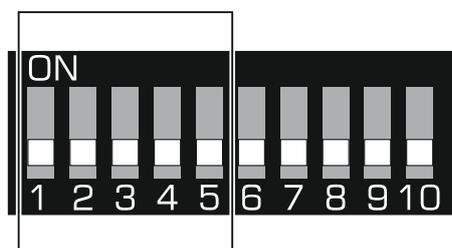

Рис. 3. DIP-переключатели, предназначенные для установки адреса, если контроллер подключен к прибору INTEGRA / INTEGRA Plus.
**Переключатели 1-5** (рис. 3) предназначены для настройки адреса, если контроллер подключен к прибору INTEGRA / INTEGRA Plus (в остальных режимах работы установка переключателей 1-5 не имеет значения). Каждому переключателю назначено числовое значение. В положении OFF – это 0. Числовые значения, назначенные отдельным переключателям в положении ON, представлены в таблице 2. Чтобы определить адрес устройства, следует сложить значения, установленные на переключателях 1-5. Установленный адрес должен отличаться от адресов,